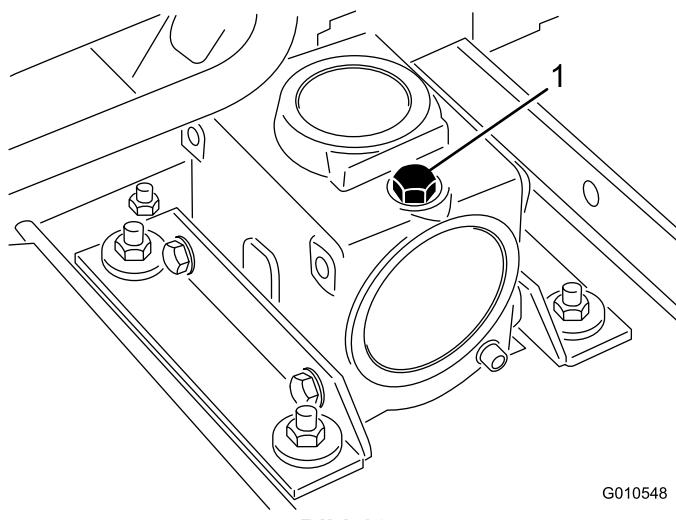

Bild 16
2. Stellen Sie die Zugmaschine und das Mähwerk auf eine ebene Fläche und senken Sie die Mähwerke ab. Nehmen Sie den Ölpeilstab bzw. die Ablassschraube oben am Getriebe ab (Bild 16) und stellen Sie sicher, dass der Schmiermittelstand zwischen den Marken am Peilstab liegt. Wenn der Schmiermittelstand niedrig ist, füllen Sie SAE 80-90wt. Schmiermittel ein, bis der Stand zwischen den Marken liegt. Als Alternative kann synthetisches Getriebeschmiermittel, SAE 80-90 wt, verwendet werden.